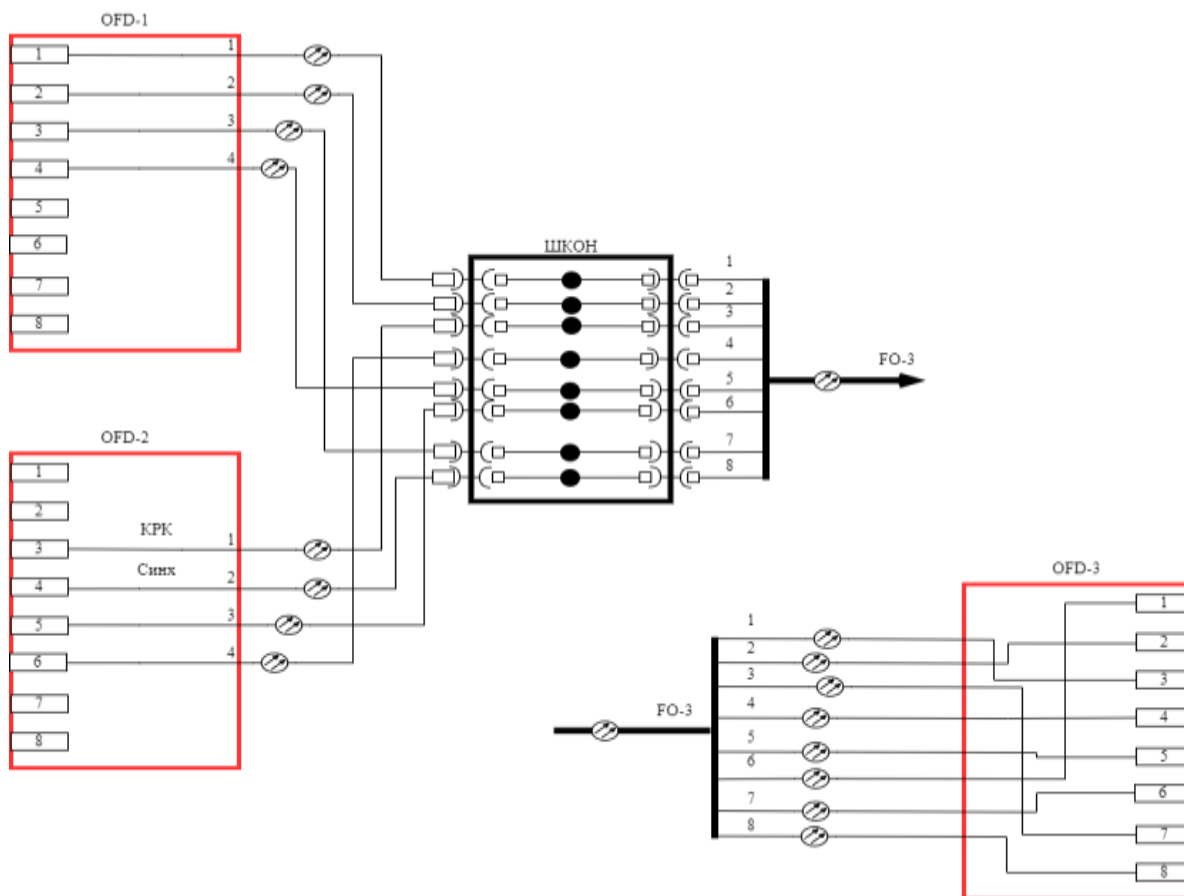

Рис. 1. Схема подключения устройств к шкафу ШКОН. КРК – выделенная линия квантового канала, Синх – линия синхронизации квантового оборудования.
- Выполнить монтаж ВОК в ШКОН согласно схеме рис. 1.